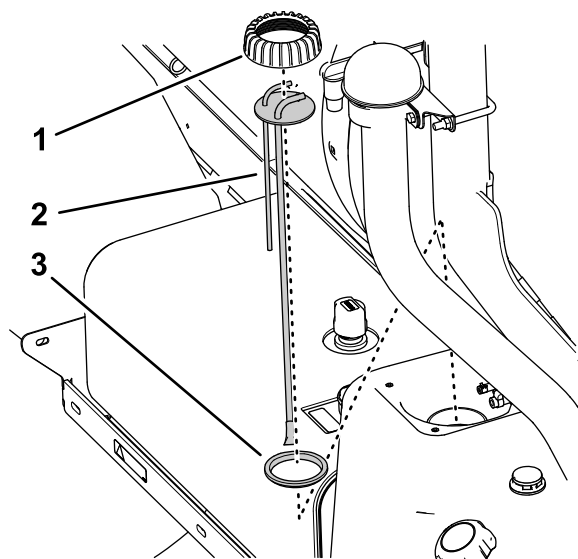

Figure 83
5. Retirez le bouchon de l'ensemble tuyau vertical/transmetteur de carburant en le tournant dans le sens antihoraire (Figure 83).
6. Soulevez et déposez l'ensemble tuyau vertical/transmetteur de carburant du réservoir de carburant (Figure 83).
1. Placez le bouchon sur le tuyau vertical et le tuyau vertical sur le joint (Figure 83).
2. Alignez le bouchon, le tuyau vertical et le joint au-dessus du réservoir, et insérez l'ensemble avec précaution dans le réservoir de carburant (Figure 83).
3. Vissez le bouchon sur le goulot du réservoir de carburant et serrez-le à la main (Figure 83).